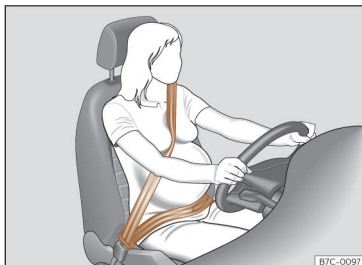

Fig. 21 Ajustement recommandé de la sangle de ceinture de sécurité pour les femmes enceintes.
Dans le cas des **femmes enceintes**, la ceinture de sécurité doit passer de manière uniforme sur le buste et à plat le plus bas possible devant le bassin pour ne pas faire pression sur le ventre ; en outre, elle doit être utilisée pendant toute la grossesse >>> *fig. 21.*
- Dans le cas des femmes enceintes, la sangle sous-abdominale de la ceinture de sécurité doit passer le plus bas possible devant le bassin, à plat et « en contournant » le ventre >>> *fig. 21.*